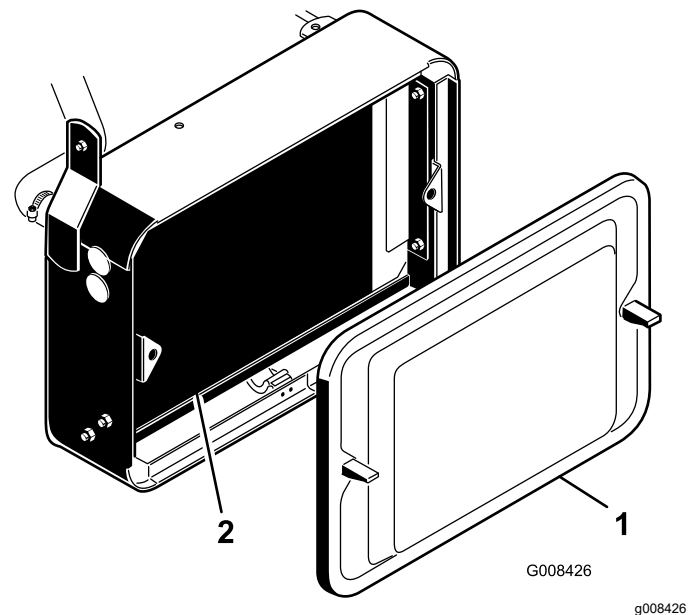

Bild 44
1. Entfernen Sie das Gitter (Bild 44).